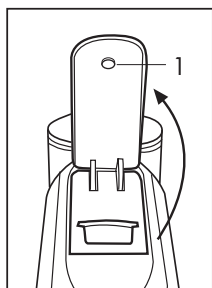
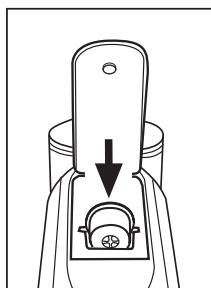

Fig. 6
Fig. 7
- Sollevare completamente la leva di comando (1) (Fig. 6) e inserire una capsula nell'apposito spazio. (Fig. 7)